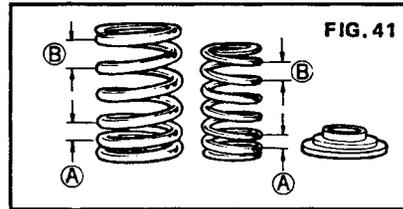

FIG. 41
**Important** : Respecter le sens de montage des ressorts de soupapes, s'ils sont à pas progressif. Leur extrémité où les spires sont les plus resserrées, doit être côté culasse (fig. 41).